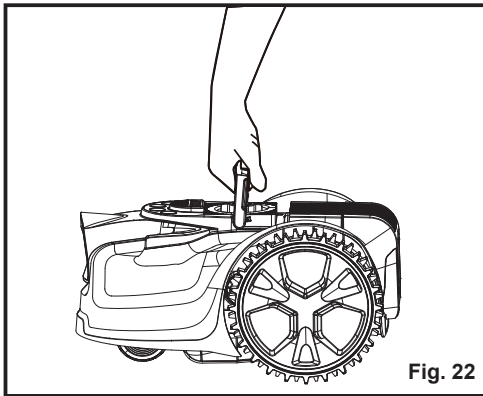

Fig. 22
3. Utilice la manija de transporte para cargar la podadora. Cargue la podadora con el disco de la cuchilla alejado del cuerpo (Fig. 22).